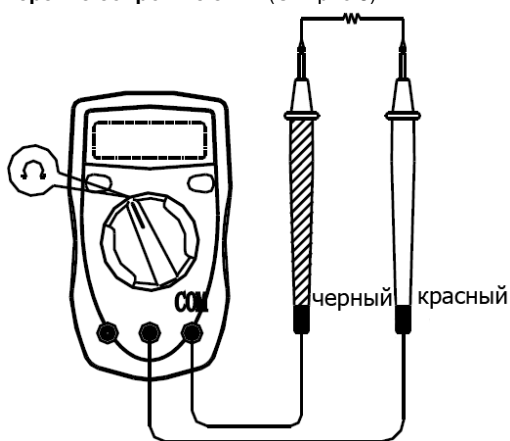

Рис.5
E. Измерение сопротивления (См. рис.5)